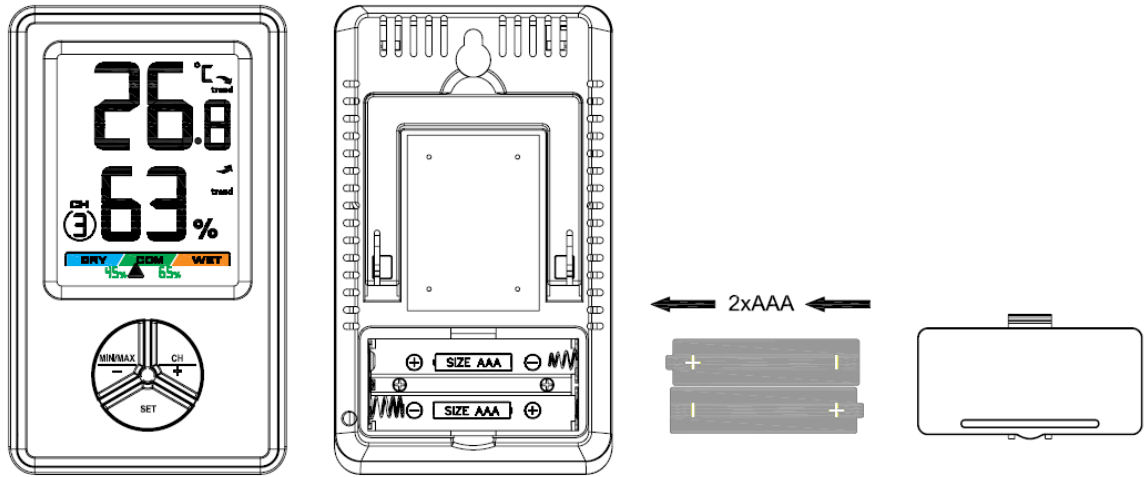

Abbildung 1
- Entfernen Sie die Batterieklappe auf der Rückseite des Displays, wie in Abbildung 1 zu sehen ist. Legen Sie zwei AAA 1,5V Batterien (Alkaline oder Lithium, vermeiden Sie wiederaufladbare Batterien) in die Rückseite des Innensensors ein.